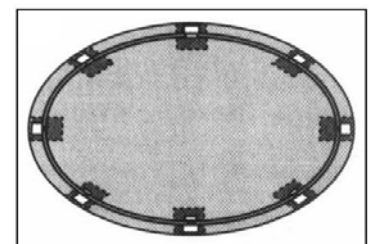

fig. 7
- b) Coloque temporalmente los perfiles inferiores azul curvado (PCA) y las placas base (PU2) alrededor del círculo (fig. 7). Cada placa base indicará el lugar de colocación de las baldosas. Hacer una marca en el suelo, al lado de cada una de las placas.